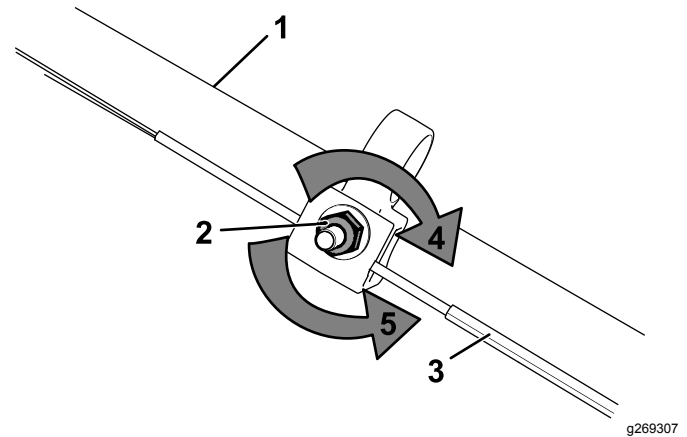

Figura 35
1. Gire la tuerca de ajuste en sentido antihorario para aflojar el ajuste del cable (Figura 35).
2. Ajuste la tensión del cable (Figura 35) tirando del mismo hacia atrás o empujándolo hacia adelante, y sujételo en esa posición.